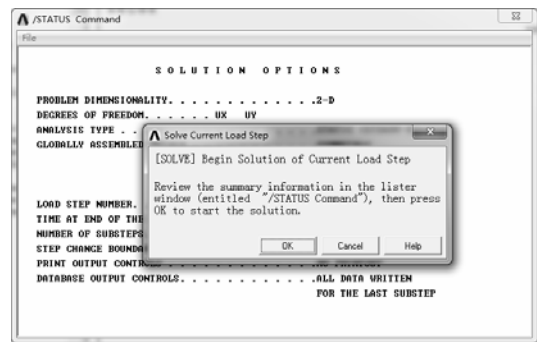

图 6-110 求解信息窗口
1) 选择 “Main Menu>Solution>Solve>Current LS” 命令，将弹出图 6-110 所示的求解信息窗口，其中 “/STATUS Command” 窗口显示所计算模型的求解信息和载荷步信息。